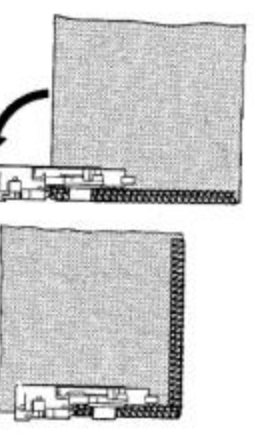

Fig. 1
3. Draai de stof, laat het voetje op de stof zakken en naai in de nieuwe naairichting. Fig. 1.